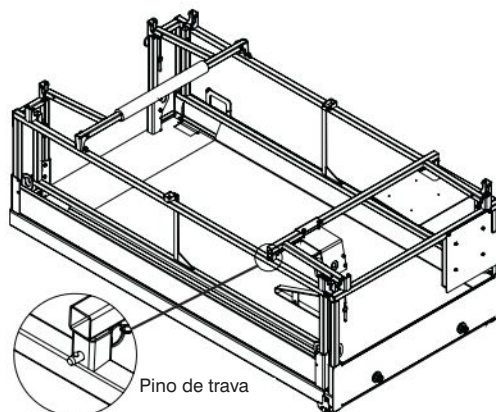

Figura 2-17b. Todas as proteções dobradas para baixo
7. Fixe no lugar a coluna de montagem usando o pino de trava (consulte a Figura 2-17b). Verifique se a esfera detentora do pino está completamente inserida.
5. Prenda cada proteção no local com os pinos de trava, garantindo que a esfera detentora de cada pino está completamente inserida. Consulte a Figura 2-17b.